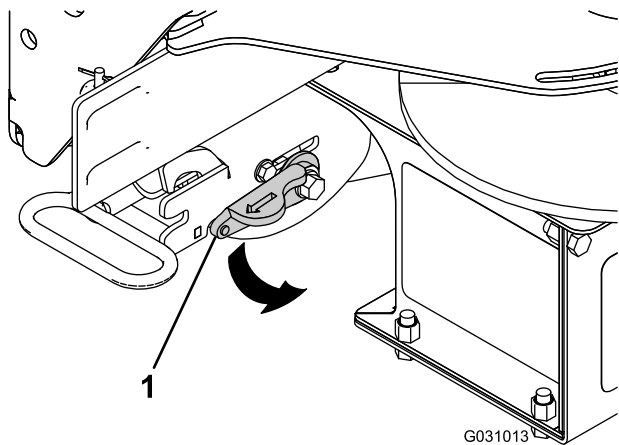

Figura10
4. Rotiți maneta de blocare de pe dispozitivul de atașare RT3 în poziția de BLOCARE (Figura10).